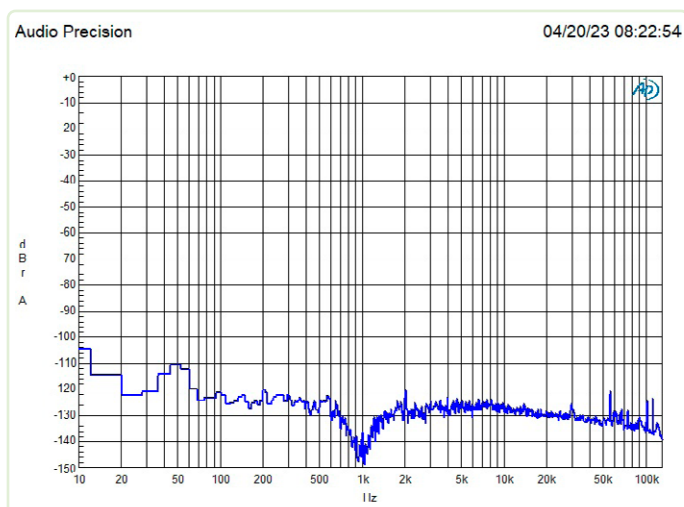

Figure 6. Courbe C. FFT du signal de sortie avec P1 au max. et en entrée un signal sinusoïdal d'1 V à 1 kHz.
- > La **courbe C (figure 6)** montre une FFT d'un signal d'1 V à 1 kHz avec P1 réglé au maximum. La 2^e harmonique et quelques artefacts au-delà de 50 kHz sortent un peu du bruit de fond. Le THD+N pour une BP de 22 kHz est de 0,0012 %.